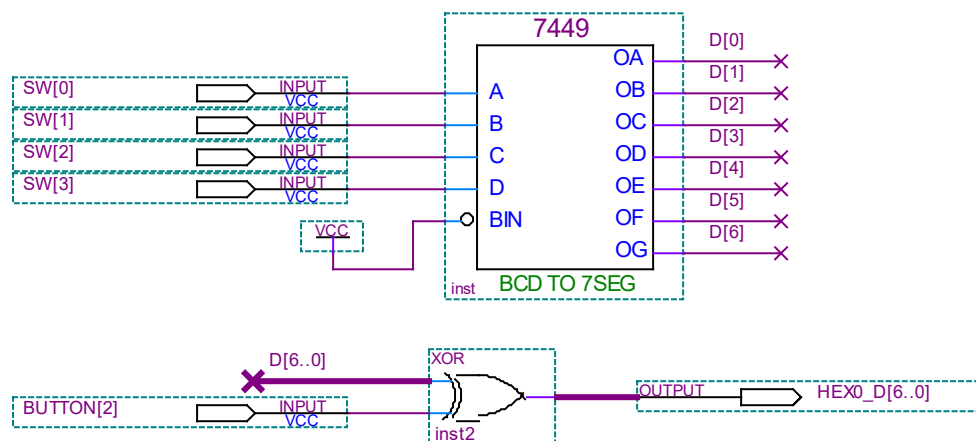

Figura 1. Conversor BCD a display 7 segmentos.
- Generar un proyecto en el **QuartusII** con el circuito indicado en la figura 1.
Notación: En la figura 1, la compuerta XOR representa 7 compuertas XOR, donde las entradas son BUTTON2 y D[i], y la salida es HEX0_D[i] (con $0 \leq i \leq 6$).